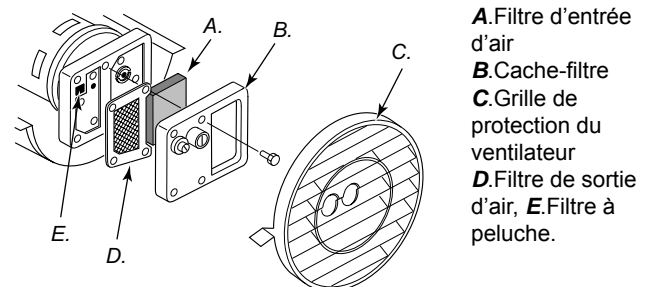

Figure 17 – Filtres de sortie d'air, d'entrée d'air et à peluche, Modèles 29 KW et 44 KW.
3. Enlever les flexibles des conduites de combustible et d'air du gicleur (voir figure 17, 18 ou 19).